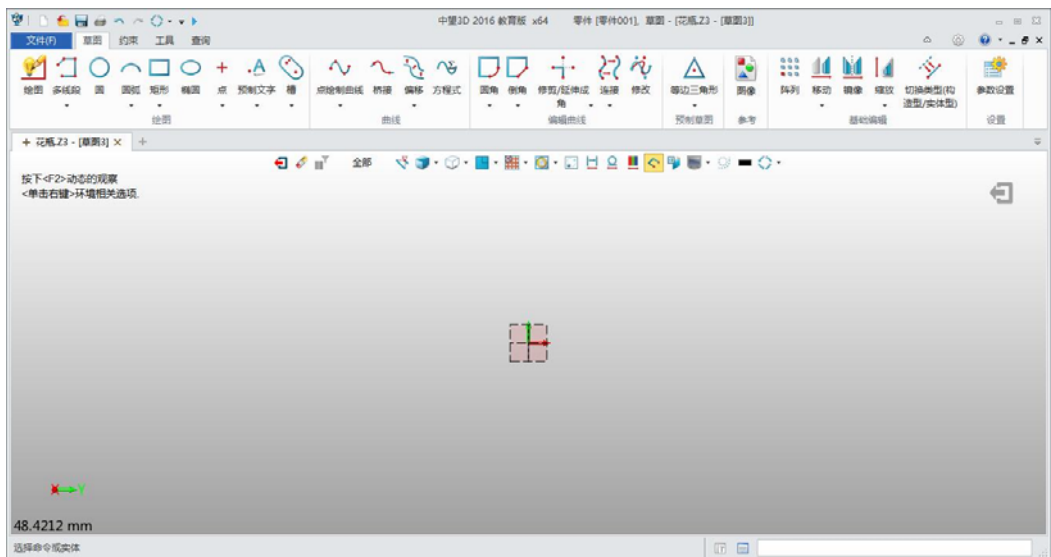

图 1.2.9
3. 单击“确定”按钮进入如图 1.2.9 所示的草图界面。